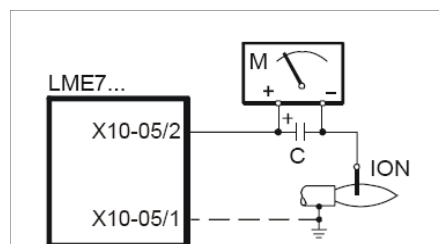
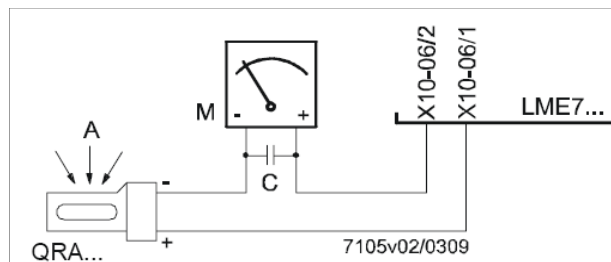

Рис. 11 - Контроль пламени с помощью электрода
Рис. 12 - Контроль пламени с помощью фотозлемента QRA.
- Проверьте запальный и контрольный электроды, очистите, отрегулируйте и, при необходимости, замените (см. Рис. 10). В случае, если у вас есть сомнения, проверьте систему контроля после запуска горелки, следуя схемам на Рис. 11-Рис. 12).